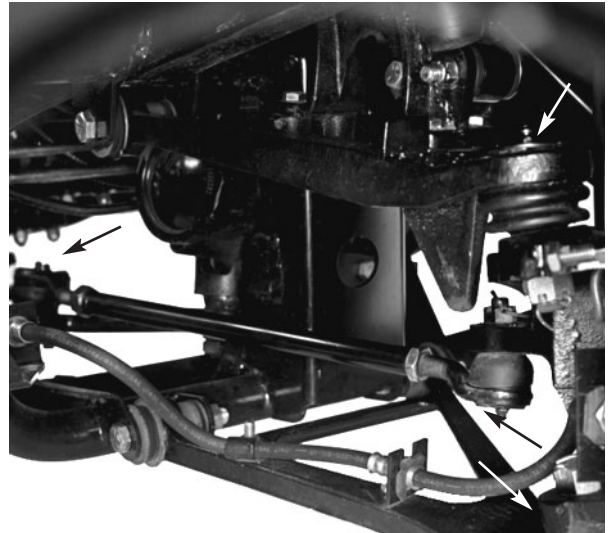

Bild 26
Zugstangenenden (4) (Bild 26), vordere Kugellager (4) (Bild 26), hintere Antriebswellen (18) (Bild 27)